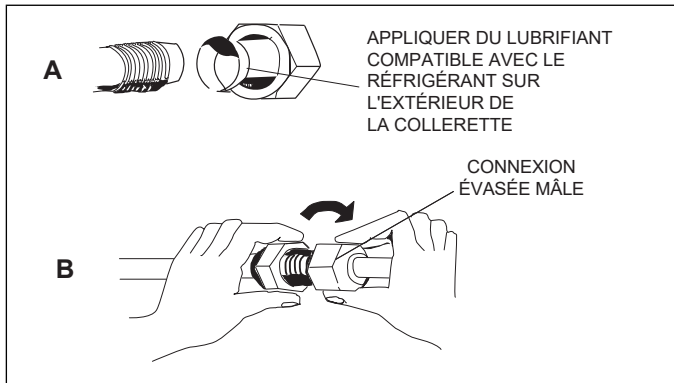

Figure 24. Réalisation des connexions mâles-femelles
15. Aligner les conduites de réfrigérant évasées sur les connexions filetées. Commencer par serrer légèrement les écrous évasés pour assurer qu'ils s'engagent correctement comme illustré à la « Figure 24. Réalisation des connexions mâles-femelles ».